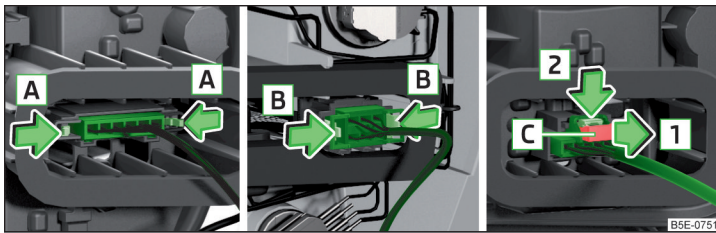

Fig. 362 Variantes de connecteurs
Le type de connecteur varie en fonction de l'équipement du véhicule » fig. 362.
- Pour la fiche avec languette étirable, sécurisez cette dernière dans le sens inverse de la flèche **1** » fig. 362.